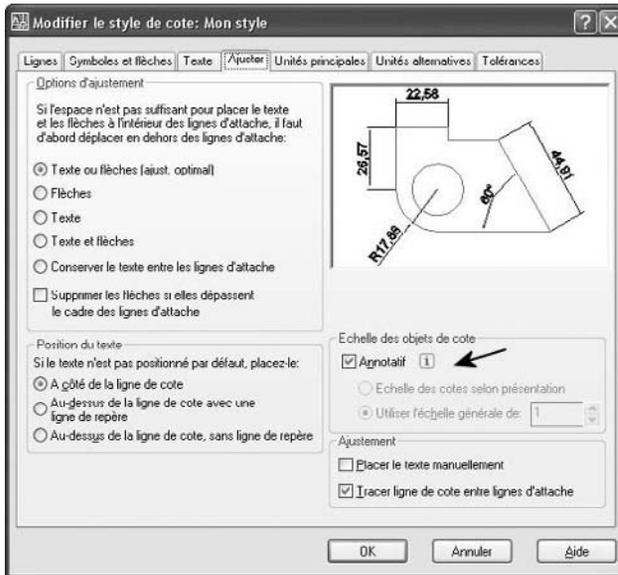

Fig.13.21
- 4 Définissez l'emplacement de la ligne de cote (fig.13.21).